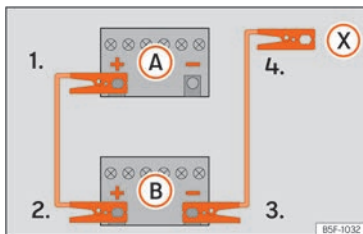

Abb. 163 Anschlussplan für Fahrzeuge ohne Start-Stopp-System.
2. Klemmen Sie ein Ende des roten Starthilfekabels an den Pluspol (+) des Fahrzeugs mit der entladenen Fahrzeugbatterie (A).
3. Klemmen Sie das andere Ende des roten Starthilfekabels an den Pluspol (+) des stromgebenden Fahrzeugs (B).
4. Fahrzeuge ohne Start-Stopp-System: Klemmen Sie ein Ende des schwarzen Starthilfekabels an den Minuspol (-) des stromgebenden Fahrzeugs (B) »» (Abb. 163).